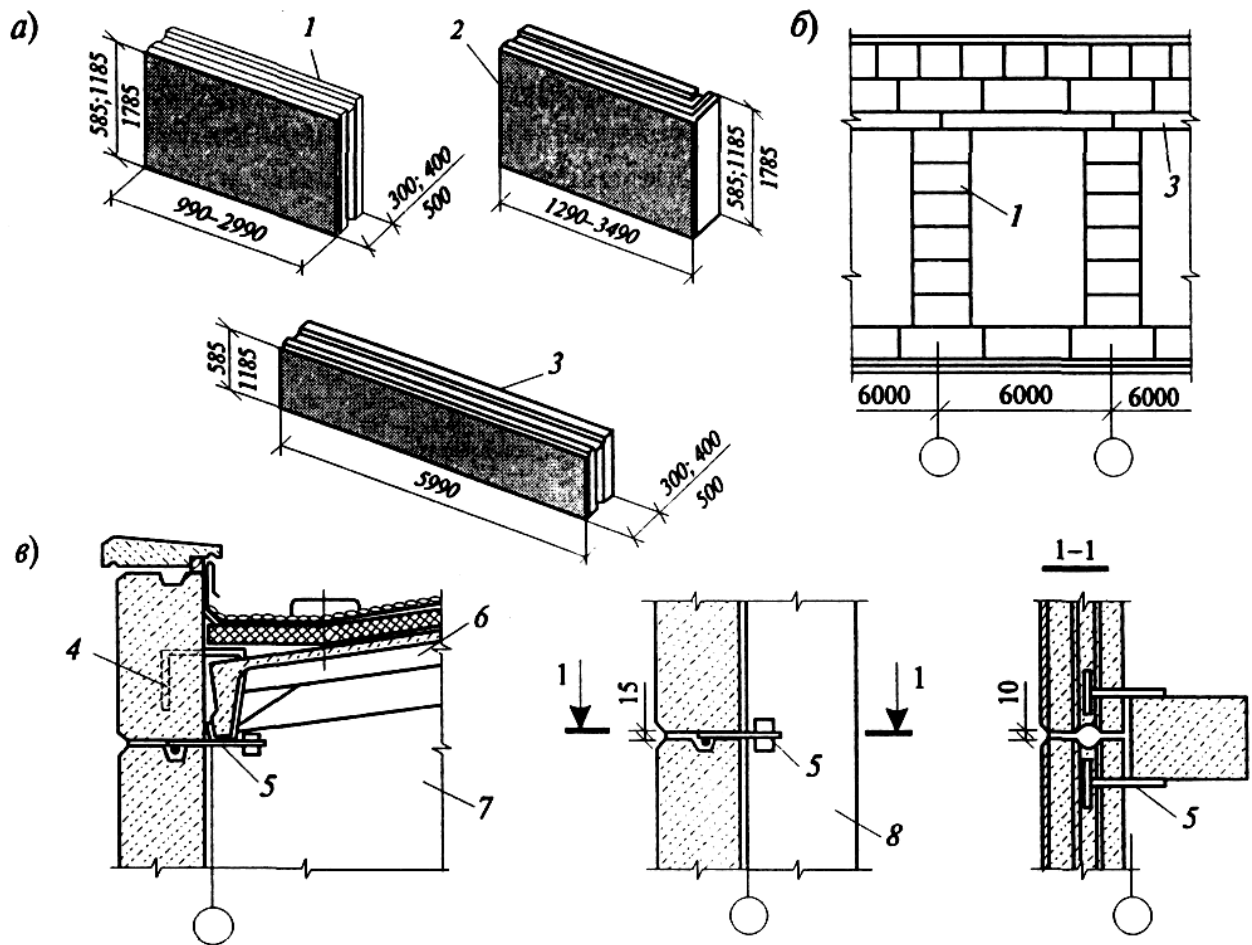

Рисунок 4.3 - Стеновые крупные бетонные блоки:
- *угловые* (рисунок 4.3) укладываемые в углах стен;
- *перемычечные* (рисунок 4.3, б), перекрывающие оконные проемы.
- установкой стальных связей в углах (рисунок 4.3, в) (через каждые два ряда блоков по высоте).